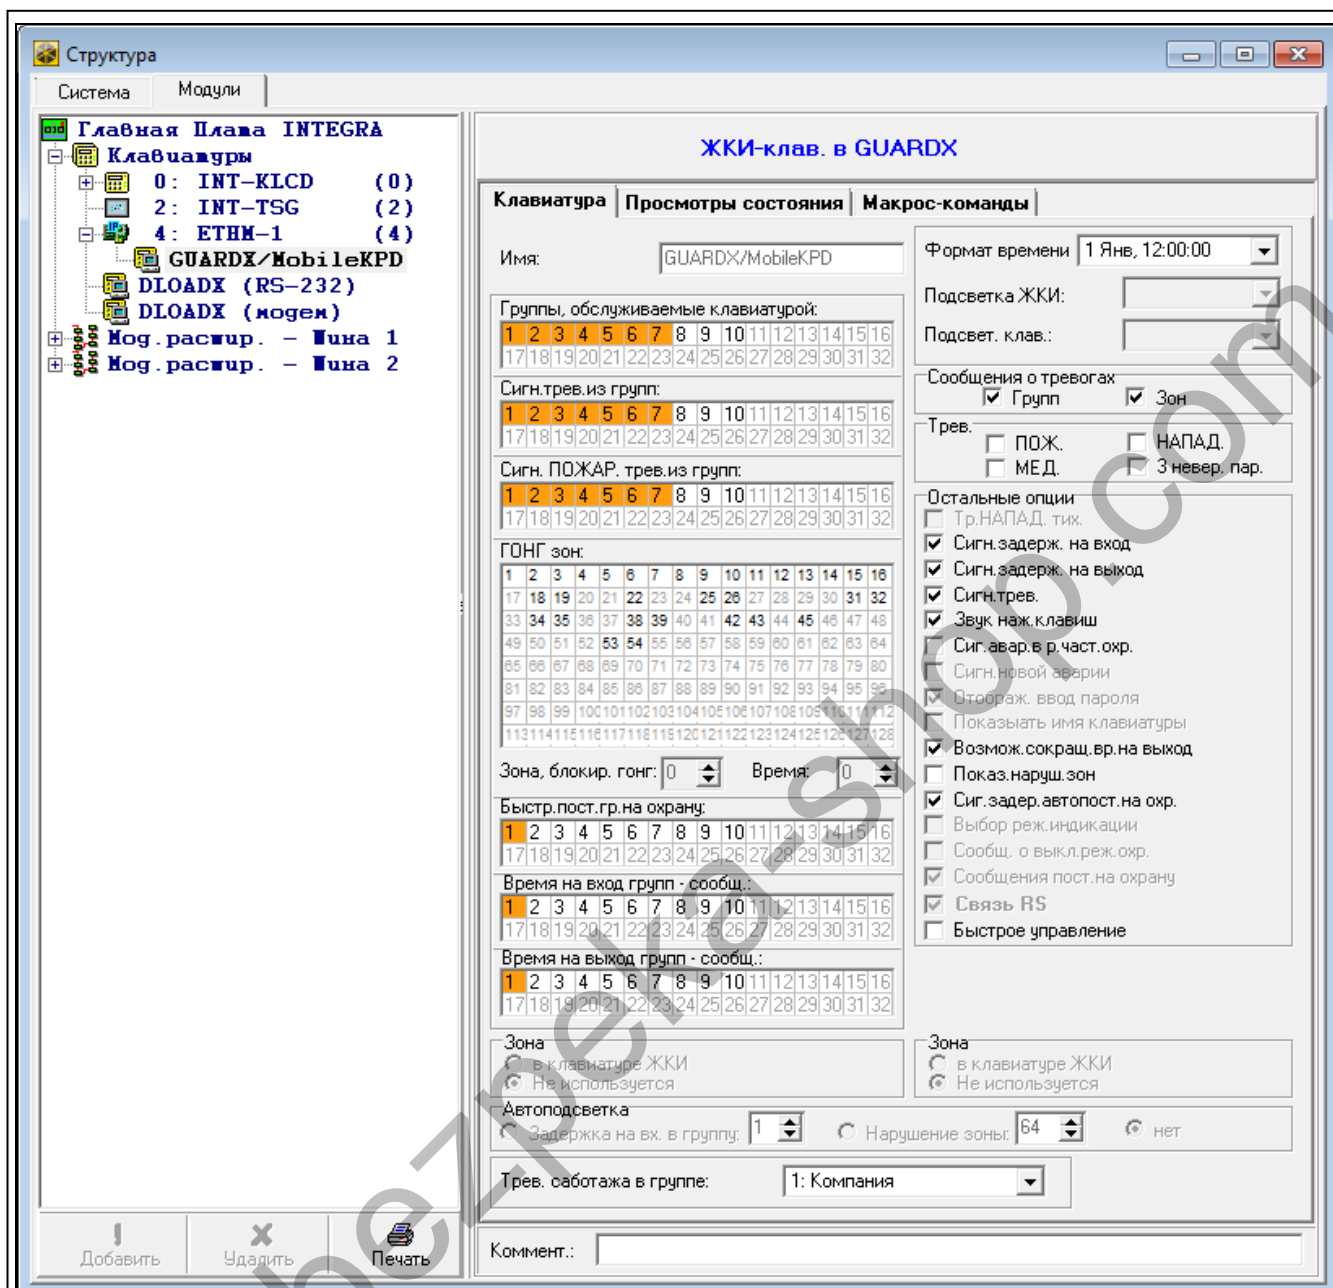

Рис. 9. Программа DLOADX: настройка виртуальной клавиатуры, доступной в программе GUARDX, интернет-браузере или мобильном устройстве.
- программы DLOADX: → окно «Структура» → закладка «Модули» → ветка «Клавиатуры» → [название модуля] → ветка «GUARDX/INTEGRA CONTROL» (рис. 9).